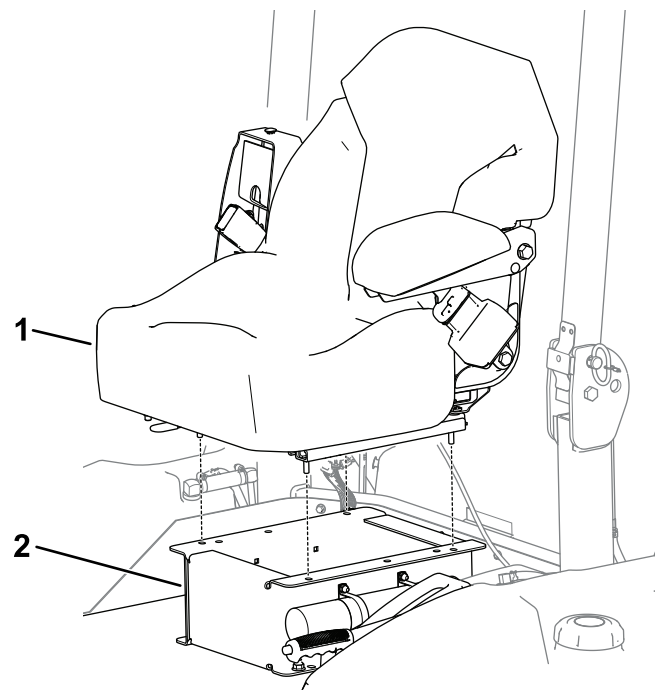

Bild 1
3. Richten Sie die Sitzbolzen mit den Löchern in der Sitzfläche aus (**Bild 1**).